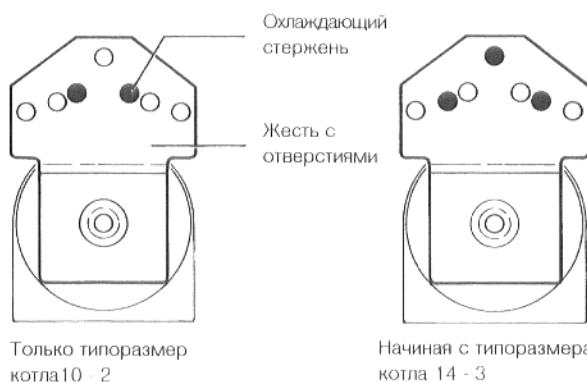

Рис. 26. Жесть с отверстиями
- ❖ Вставить охлаждающие стержни опять в жести с отверстиями. При этом, пользоваться отверстиями соответственно рис. 26.